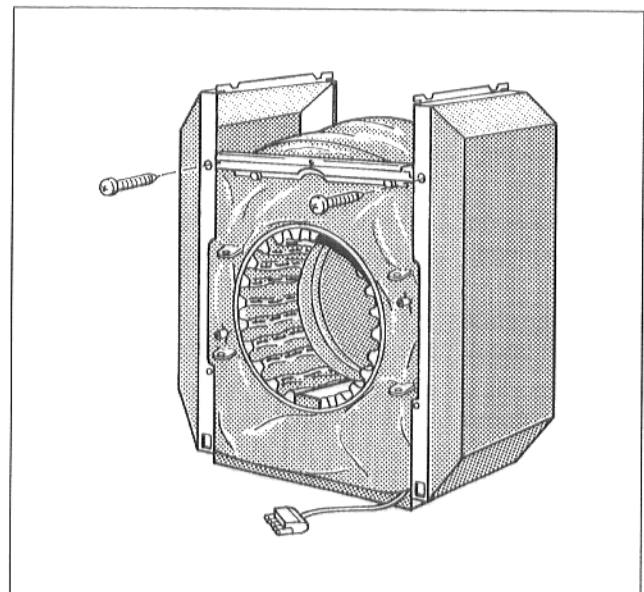

Abb. 12
- Seitenwände mit Blehschrauben in der vorderen und hinteren Traverse verschrauben (Abb. 12).